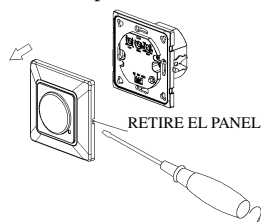

Figura 1
- Retire el panel frontal del sensor y ajuste los botones TIME y LUX (consulte la figura 1).